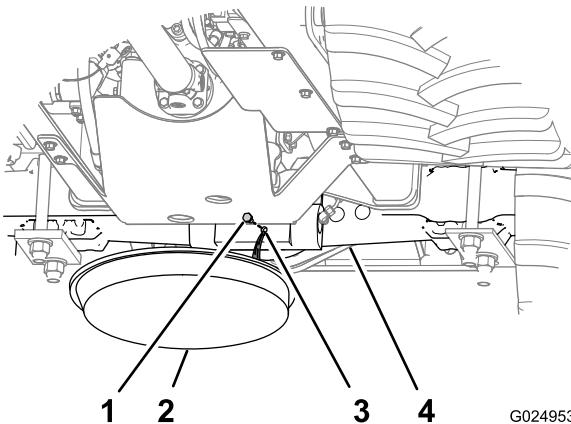
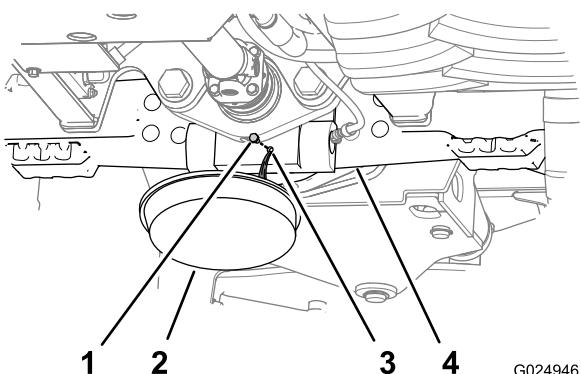

Figura 94
Figura 93
2. Retire los tapones de la mirilla y del orificio de vaciado de la caja de piñones de los ejes (Figura 93 y Figura 94).